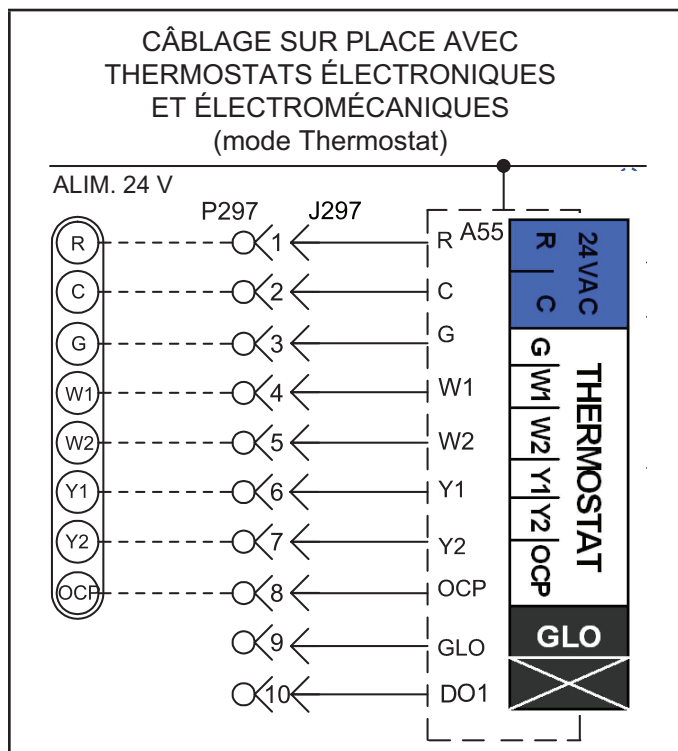
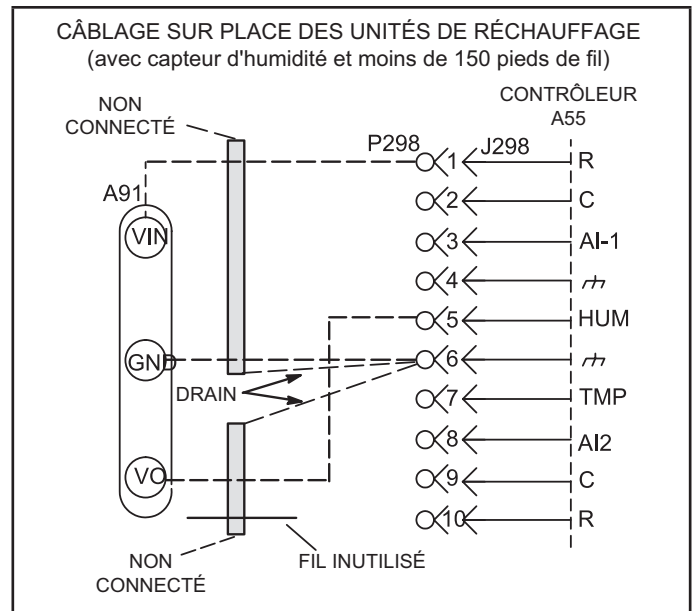

FIGURE 8
FIGURE 10
Le contrôleur de l'unité fait fonctionner deux stades de chauffage et de climatisation en fonction de la demande du thermostat. Installer le thermostat conformément aux instructions fournies avec le thermostat. Voir FIGURE 8 pour le câblage sur place et se référer aux schémas de câblage sur l'unité.
- 2 - Effectuer les connexions de câblage comme indiqué à la FIGURE 8 pour le mode thermostat ou à la figure 10 pour le mode capteur de zone. En outre, connecter un capteur d'humidité ou une entrée de déshumidification. Se reporter à la FIGURE 10 ou FIGURE 11 pour le câblage du capteur d'humidité ou à la FIGURE 12 pour le câblage de l'entrée de déshumidification.
Utiliser deux câbles blindés séparés contenant des paires torsadées de 20 AWG minimum avec un blindage global. Belden type 8762 ou 88760 (plénium) ou équivalent. Connecter les deux fils de drainage du blindage du câble sur TB1-7 comme indiqué à la FIGURE 10.
Utiliser deux câbles blindés séparés contenant des paires torsadées de 18 AWG minimum avec un blindage global. Belden type 8760 ou 88760 (plénium) ou équivalent. Connecter les deux fils de drainage du blindage du câble sur TB1-7 comme indiqué à la FIGURE 10.